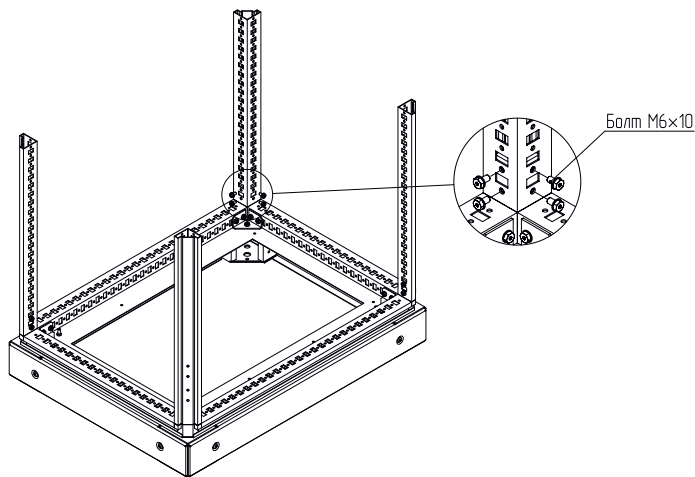

Рисунок 9
4.1.8 Зафиксировать стойки с помощью болтов М6×10. Момент затяжки – 10 Н·м (рисунок 9).